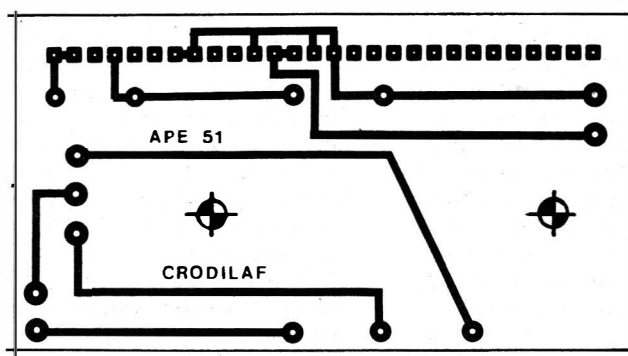
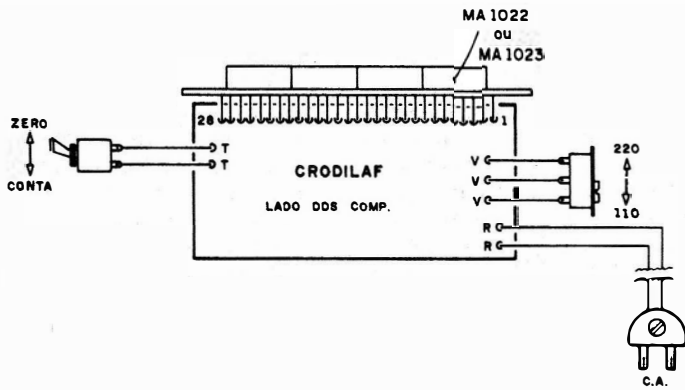

Fig.3
Fig.5
- FIG. 3 - DO CIRCUITO IMPRESSO ESPECÍFICO (PLACA DE "APOIO"...)
- FIG. 5 - CONEXÕES EXTERNAS À PLACA - Ainda vista pelo lado não cobreado (o mesmo mostrado no diagrama anterior...), a placa de "apoio" tem, agora, claramente ilustradas as ligações externas... Os terminais do interruptor simples (chave "zero-conta") vão aos pontos "T-T"; as conexões da chave de Tensão ("110-220") vão aos pontos "V-V-V" **exatamente** conforme mostrado (observar o sentido de atuação do "botão" da dita chave...). O cabo de força ("rabicho") tem seus dois fios ligados aos pontos "R-R"... Finalmente (e essa é a fase mais delicada das inter-conexões e ligações externas...) o módulo híbrido deve ser ligado à placa de "apoio" através de um multi-conector inter-placas, composto de 28 pinos em "L" (90°). Durante as soldagens dos pinos em "L" desse multi-conector, observar que apenas os pinos **realmente** utilizados no módulo híbrido (números 1-2-4-7-8-11-12-13-14-15, conforme se vê do esquema - fig. 1, e do **lay out** do Impresso, fig. 3...) precisam ser soldados às respectivas ilhas... Da mesma forma, na placa de "apoio", todas as ilhas da barra de 28 contatos, que se encontram "solitas" (sem trilhas cobreadas a elas anexadas...) também não precisam ser soldadas... A simples inserção das extremidades dos conectores em "L" nos respectivos furos